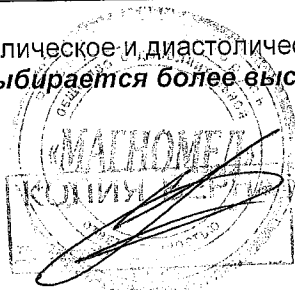

Рисунок 13. Окно индикатора в период формирования магнитного воздействия с одновременным измерением уровня артериального давления.
2.4.8 Если теперь нажать кнопку «Пуск», одновременно с процессом магнитотерапевтического воздействия, выполнится процедура измерения давления. По окончании измерения давления на экране (см. Рисунок 13) отобразятся измеренные значения давления и пульса, а также категория давления в соответствии с классификация Всемирной организации здравоохранения (ВОЗ), принятой в 1999 году.